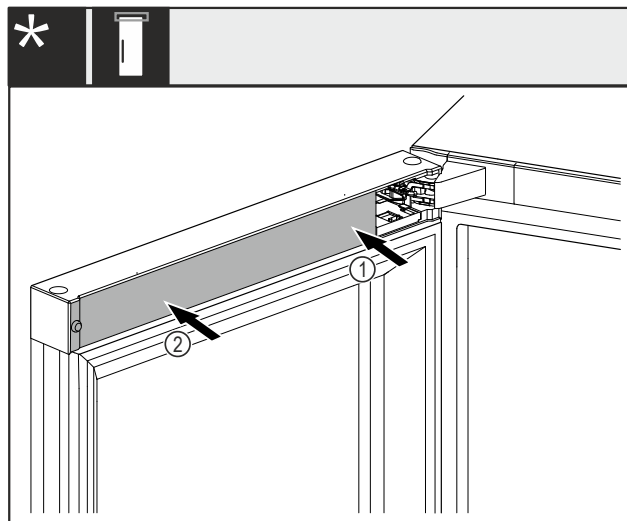

Fig. 50 *
► Aplicaţi şi fixaţi în poziţie capacul Fig. 50 (1) mai întâi pe partea suportului de lagăr.*
► Aplicaţi şi fixaţi în poziţie capacul Fig. 50 (2) pe partea exterioră.*